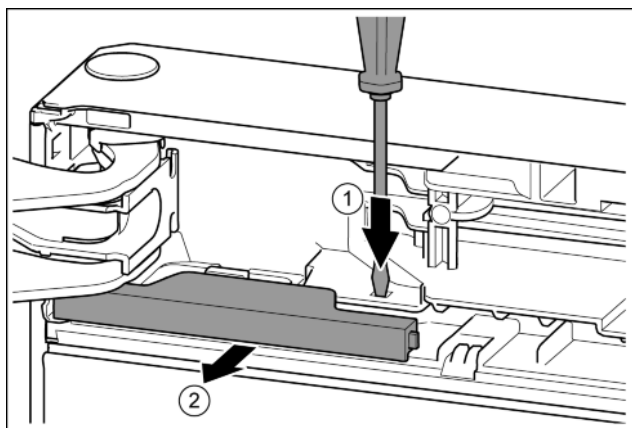

Fig. 11
- За допомогою шліцевої викрутки притисніть накладку. Fig. 11 (1)
- Витягніть кришку з фіксатора. Fig. 11 (2)